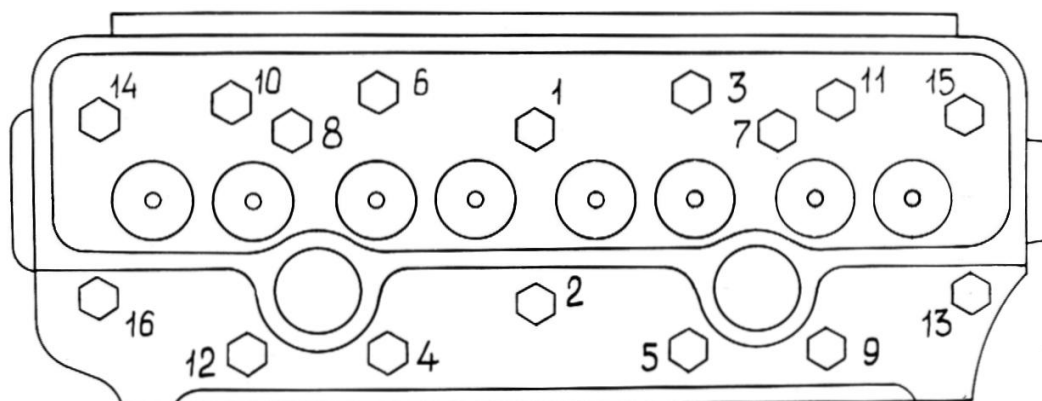

Рис. 14.4. Схема последовательности затяжки болтов крепления головки цилиндров
- динамометрическим ключом проверить момент затяжки болтов крепления головки цилиндров 200 ± 10 Н·м (20 ± 1 кгс·м) в последовательности согласно рис. 14.4.